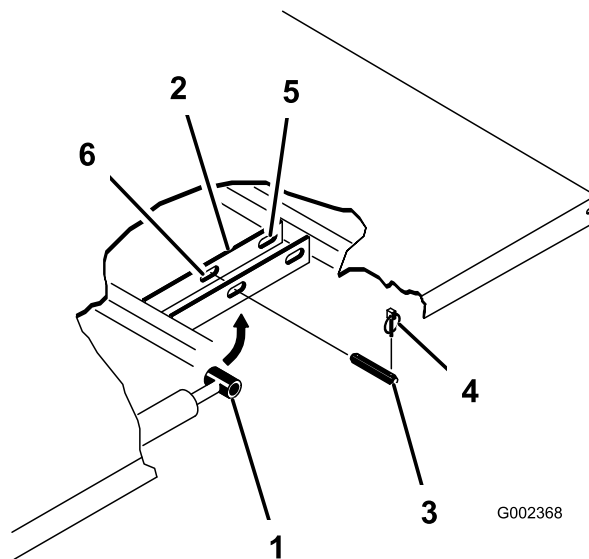

Figure 23
- Retirez les goupilles à anneau aux extrémités extérieures des axes des tiges de vérins (Figure 23).
- Retirez les axes de chape qui fixent les côtés tiges des vérins aux plaques de montage du plateau en les poussant vers l'intérieur (Figure 23).
- Enlevez les goupilles à anneau et les axes de chape qui fixent les supports de pivot aux profilés du cadre (Figure 23).